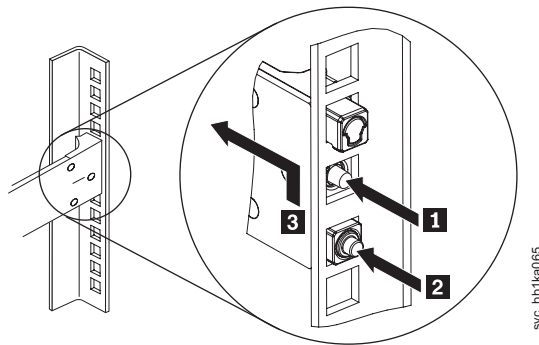

図 46. ラックの背面から SAN ボリューム・コントローラー 2145-CF8 スライド・レールを外す
- a. 図 46 の **1** と **2** で示されている順序で、ピンを押し込みます。